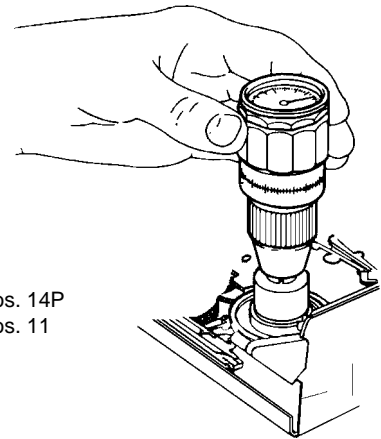

Fig. 28
- Drehmomentmesser auf den rechten Wickelteller aufsetzen (Fig. 28).
- So lange drehen, bis sich die Anzeige am Drehmomentmesser nicht mehr verändert (Fig. 28).
- Drehmomentmesser auf den rechten Wickelteller aufsetzen und entgegen dem Uhrzeigersinn so lange drehen, bis der Wickelteller leicht durchrutscht (Fig. 28).
- Place the torque meter on the right reel (Fig. 28).
- Keep turning until the reading on the torque meter does not change any more (Fig. 28).
- Place the torque meter on the right reel and turn the latter counter-clockwise until the reel just starts to slip (Fig. 28).